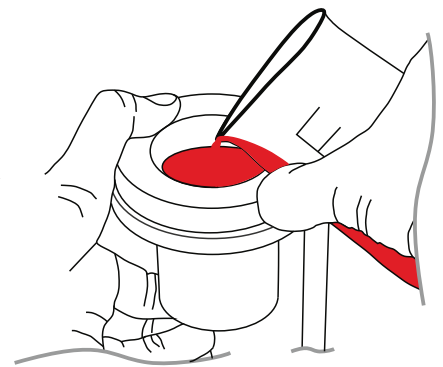

Figura 2
- 3 Coloque un dedo sobre el orificio de la copa para cerrar el orificio (Figura 2).
- 4 Vierta el líquido lentamente en la copa, evitando la formación de burbujas de aire (Figura 2).